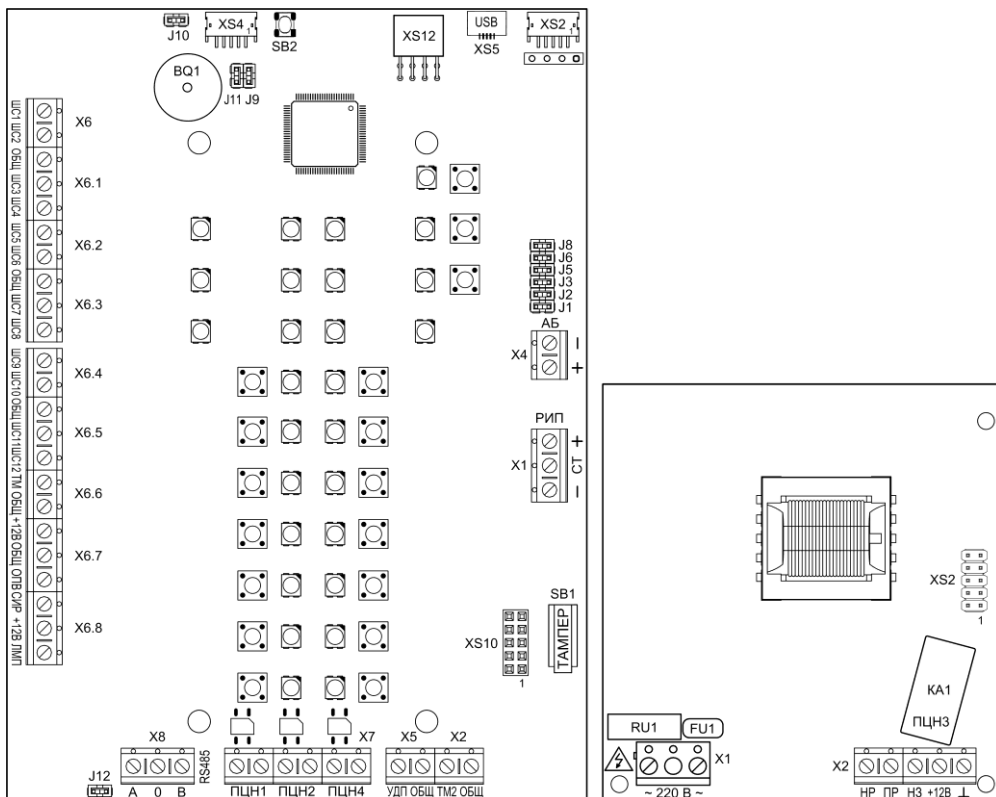
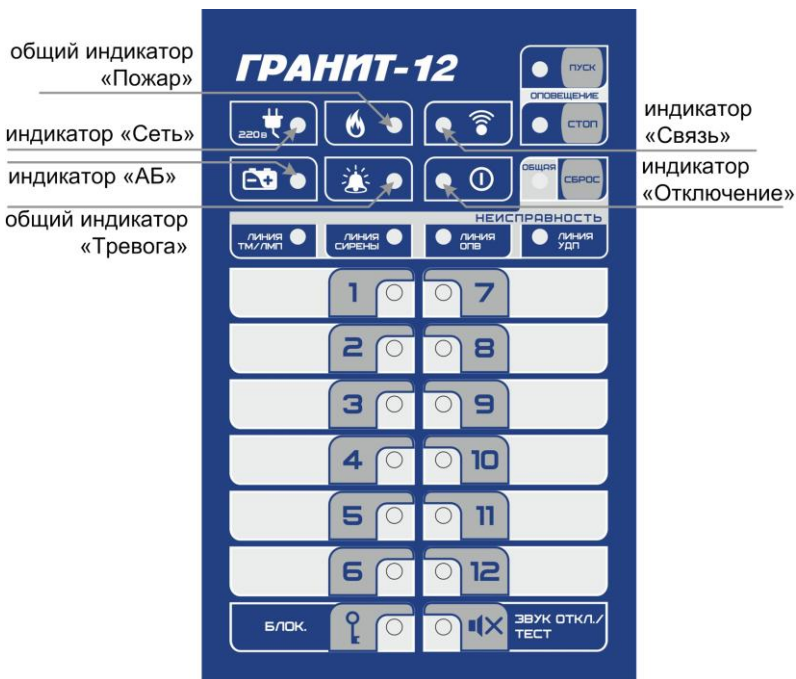

Рис.1 Внешний вид платы контроллера Гранит-12 и платы источника питания
Рис.2 Панель индикации и управления прибора Гранит-12
Прибор состоит из корпуса и съёмной крышки. В корпусе расположены плата контроллера и плата источника питания (рис.1). На плате контроллера установлена панель индикации и управления (рис.2).
3.1 На плате контроллера (рис.1) расположены следующие элементы:
3.2 На панель индикации и управления прибора (см. рис.2) выведены:
3.3 На плате источника питания (рис.1) расположены следующие элементы: